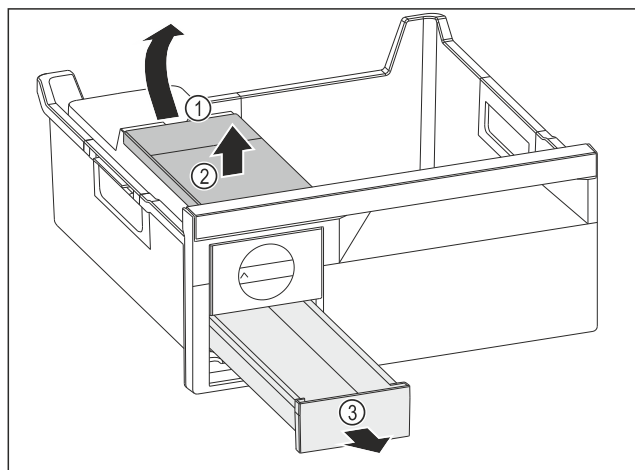

Fig. 81
- ▶ Scoaterea rezervorului de apă: Ridicați rezervorul de apă de la degajare Fig. 81 (1).
- ▶ Scoateți rezervorul de apă Fig. 81 (2) în sus.
- ▶ Scoateți sertarul pentru cuburi de gheață Fig. 81 (3) spre înainte.